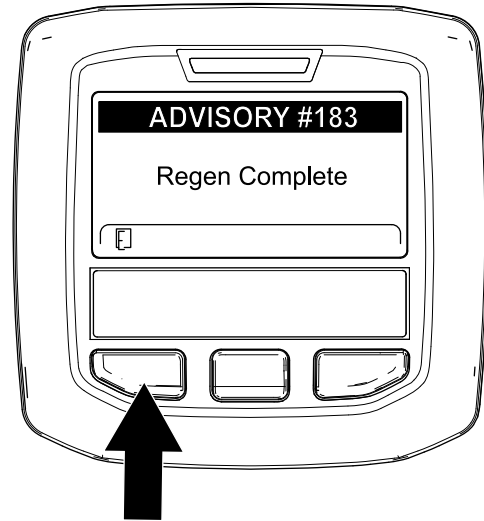

Figure 67
9. Quand le calculateur moteur achève une régénération en stationnement ou d'urgence, l'InfoCenter affiche ADVISORY #183 (avis n° 183) (Figure 67). Appuyez sur le bouton gauche pour quitter l'écran d'accueil.
Remarque: Si la régénération échoue, l'InfoCenter affiche Advisory #184 (avis n° 184) (Figure 67). Appuyez sur le bouton gauche pour quitter l'écran d'accueil.